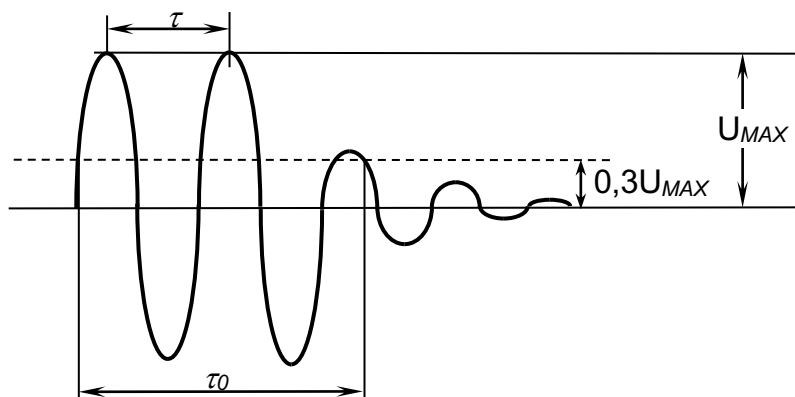

Рисунок 10.1
10.1.1.6 Измерить с помощью осциллографа максимальную амплитуду U_{MAX} , В, зондирующих импульсов (рисунок 10.1). Измерения повторить пять раз.
10.1.1.7 Измерить длительность τ_0 , мкс, зондирующих импульсов на уровне $0,3U_{MAX}$ (рисунок 10.1). Измерения повторить пять раз.
10.1.1.8 Измерить с помощью осциллографа временной интервал τ , мкс, между первым и вторым максимумами зондирующего импульса (см. рисунок 10.1).